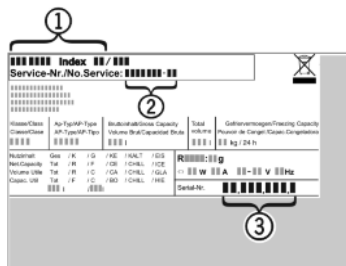

Fig. 35
► Наименование устройства Fig. 35 (1), сервисный № Fig. 35 (2) и серийный № Fig. 35 (3) считайте с заводской таблички. Заводская табличка находится внутри устройства слева.
- Обратитесь в сервисную службу и сообщите вид неисправности, наименование устройства Fig. 35 (1), сервисный № Fig. 35 (2) и серийный № Fig. 35 (3).